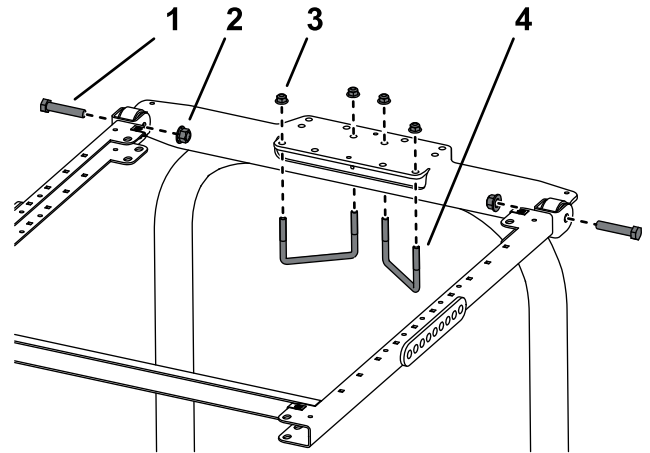

Bild 16
6. Befestigen Sie die Befestigungshalterung des Überrollschutzes an der Oberseite des Überrollbügels der Zugmaschine (**Bild 16**).
7. Befestigen Sie den Rahmen an der Befestigungshalterung des Überrollschutzes (**Bild 16**).
8. Befestigen Sie die Befestigungshalterung des Überrollschutzes mit zwei U-Bügeln (4 7/8" x 2 3/4") und vier Bundmuttern in den in **Bild 16** abgebildeten Befestigungslöchern an der Oberseite des Überrollbügels.